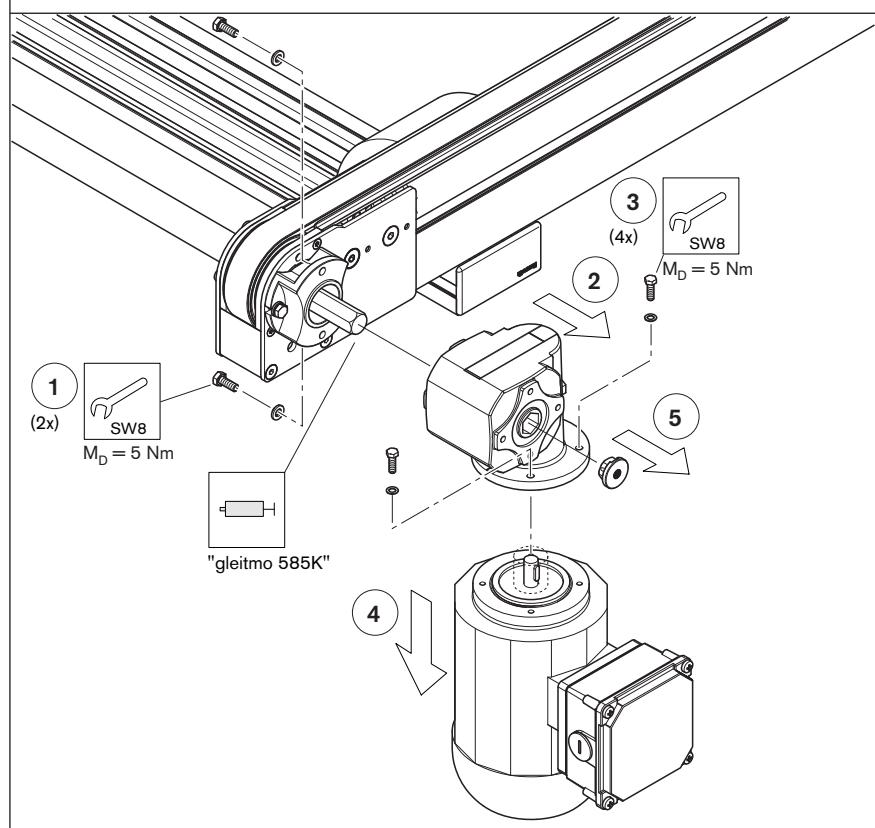

Fig. 20
- Frequenzimetro (C) con testa sensore (B) per la misurazione della tensione della cinghia.
- 2 perni ø4x40 mm (A).
Sollevare la cinghia dal profilato di guida, inserire due perni ø4 mm (A) fra cinghia e profilato di guida (vedere "Fig. 20").